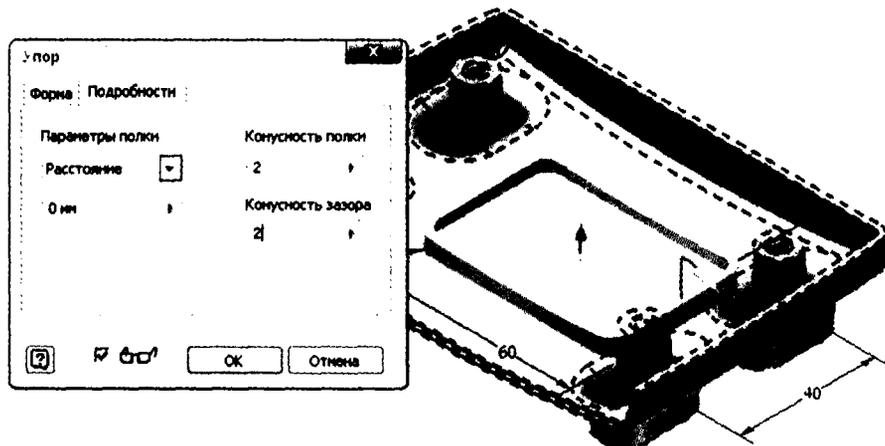

Рис. 9.9. Инструмент Упор создал плоскость на пластмассовой детали
5. Установите **Конусность полки** и **Конусность зазора** на **2**, как показано на рис. 9.9, затем нажмите **ОК**, чтобы создать упор.